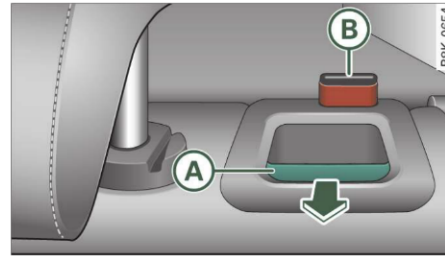

Fig. 77 Spătarul: Maneta de deblocare și butonul de siguranță
- Apăsați maneta de descuiere (A) în sensul indicat de săgeată ⇒ fig. 77 și rabatați spătarul în față.